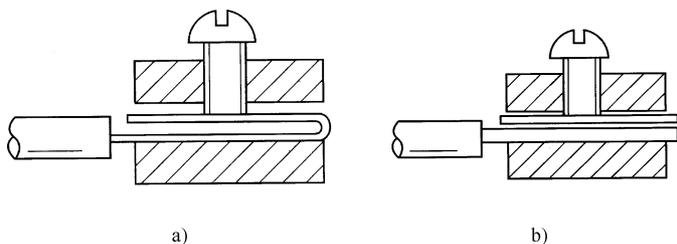

图 7-10 导线与针孔式接线柱连接
2) 导线与针孔式接线柱的连接: 导线与针孔式接线柱连接时，如果单股芯线与接线柱插线孔大小适宜，则只要把线芯插入针孔，旋紧螺钉即可。如果单股线芯较细，则应把线芯折成双根，再插入针孔进行固定，如图 7-10 所示。如果采用的是多股细丝的软线，必须先将导线绞紧，再插入针孔进行固定。